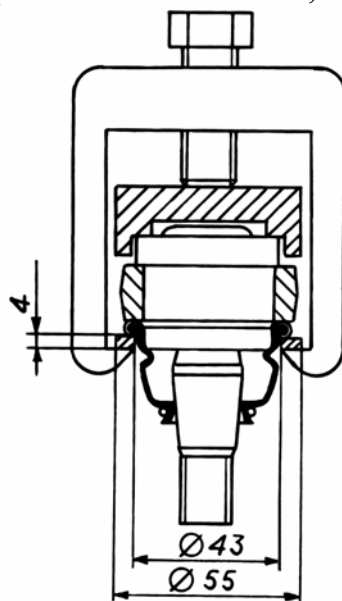

Рис. 5.31. Запрессовка защитного колпака шарнира
- взять новый защитный колпак и надеть его на корпус и палец шарнира с помощью универсального съемника и шайбы (рис. 5.31), предварительно заложив в него от 6 до 10 г смазки. При сборке шарнира не допускать механических повреждений резинового колпака;